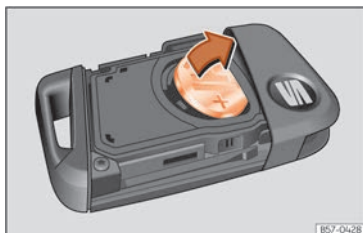

Fig. 77 Chave do veículo: extração da pilha.
- Retire a pilha do seu compartimento fazendo alavanca »» **Fig. 77**.
- Encaixe uma pilha de botão nova no compartimento »» ①.